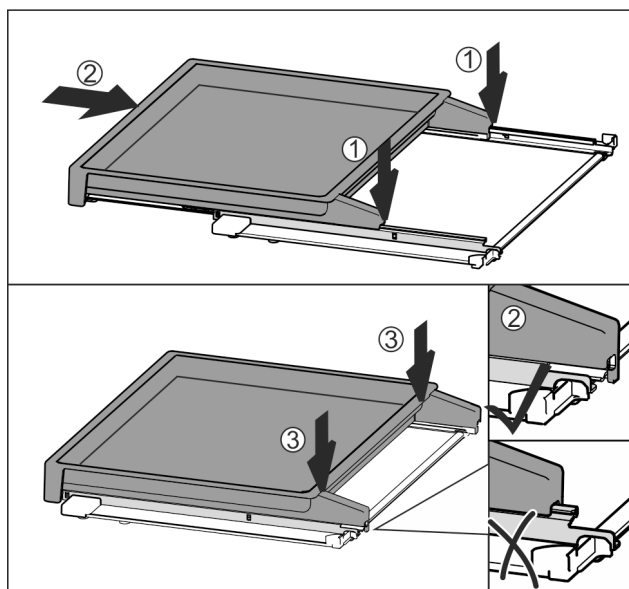

Fig. 33
- ▶ Nasad'te uprostřed na kolejničky Fig. 33 (1).
- ▶ Vysouvací přihrádku zcela zasuňte Fig. 33 (2).
- ▶ Zatlačte pak na zadní straně, až slyšitelně zacvakne Fig. 33 (3).